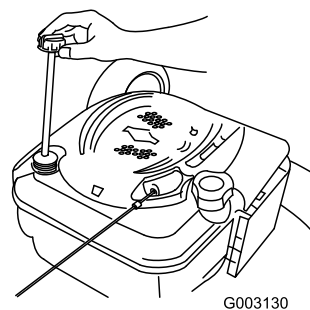

Рисунок 36
6. Извлеките шуп из маслозаливной горловины (Рисунок 36).